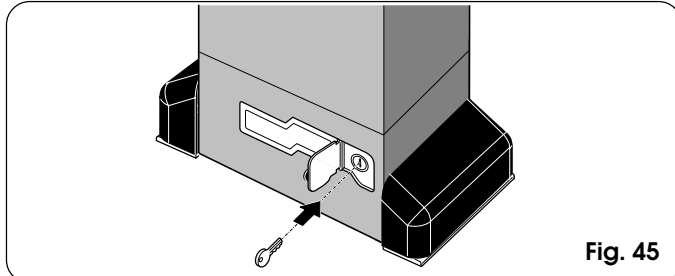

Fig. 45
- 1) Open het beschermdeurtje en steek de speciale, bijgeleverde sleutel in het slot (fig. 45).